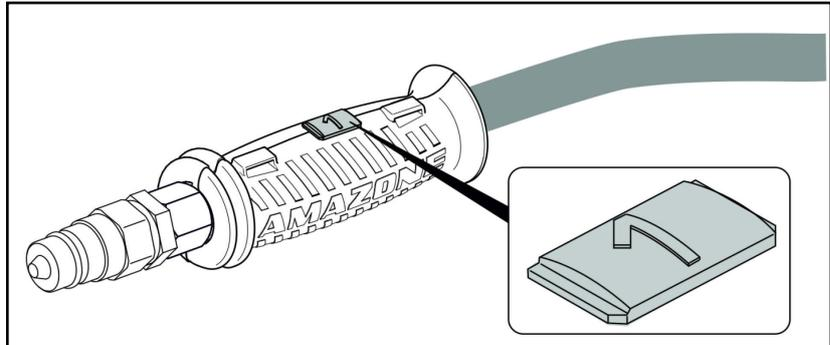

**Fig. 21**
5. Coloque o eixo cardan no suporte fornecido (Fig. 21).